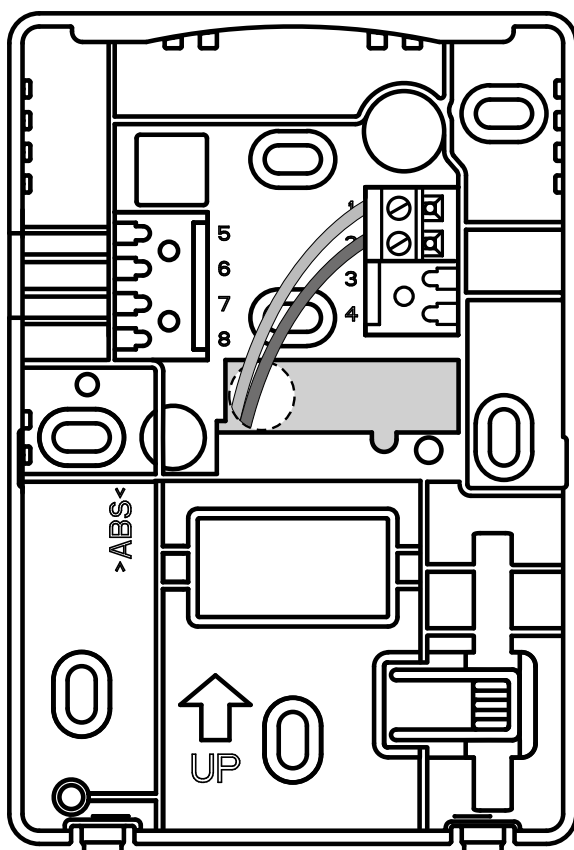

Abb. 6. Klemmenbelegung.
Die vom programmierbaren Regler und Netzwerk ausgehenden Drähte an die entsprechenden Modulanschlussklemmen anschließen (siehe Abb. 6 auf Seite) 3.
Die Klemmenleiste gemäß Abb. 6 wie folgt verdrahten:
3. Die Klemmenbelegung unter Zuhilfenahme von Abb. 6 prüfen.